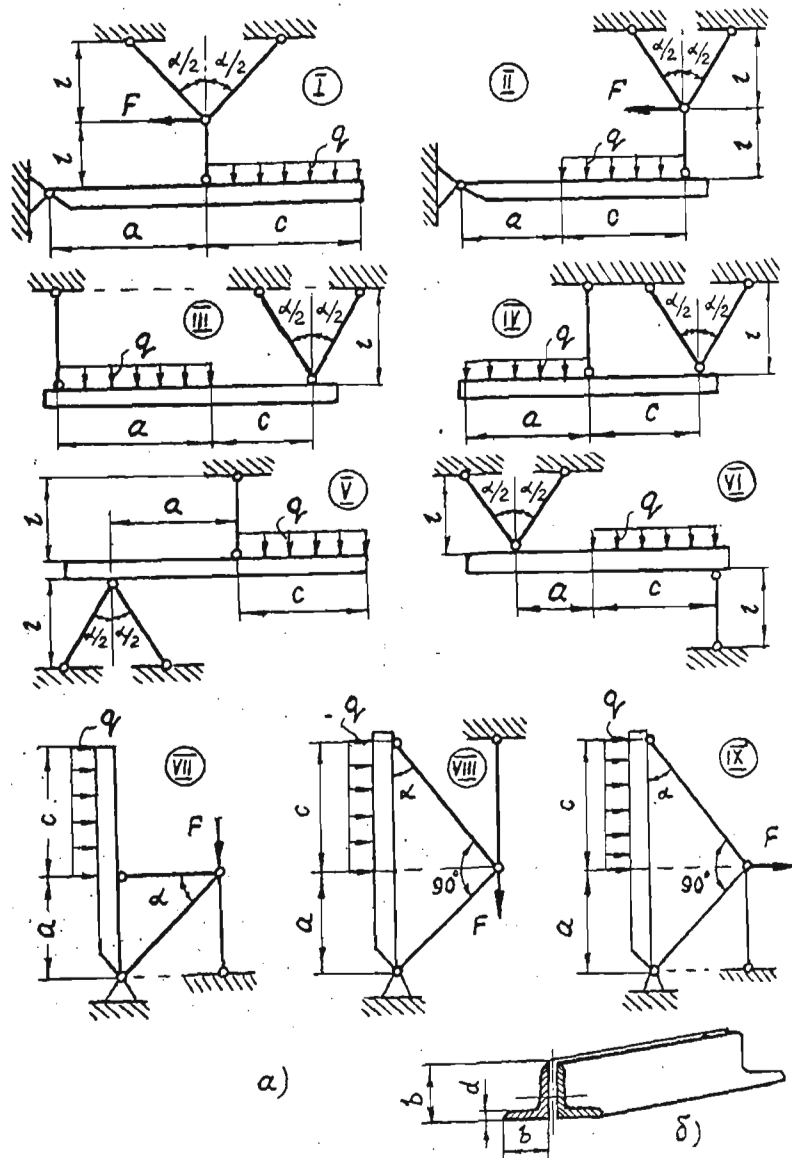

Рис. 10
Для одной из плоских стержневых систем, изображенных на рис.10а, требуется:
- 3) считая, что каждый стержень состоит из двух одинаковых равнополочных уголков ( рис.10б ), подобрать по ГОСТ 8509-72 соответствующий номер профиля.
4. Учитывая, что каждый стержень состоит из двух равнобоких уголков ( рис. 10б ), подобрать номер профиля для каждого стержня. Для этого найденную площадь  $A_i$  разделить пополам и по этой величине в сортаменте прокатной стали - "Сталь прокатная уголкового равнополочная" ГОСТ 8509-72 выбрать необходимый профиль.